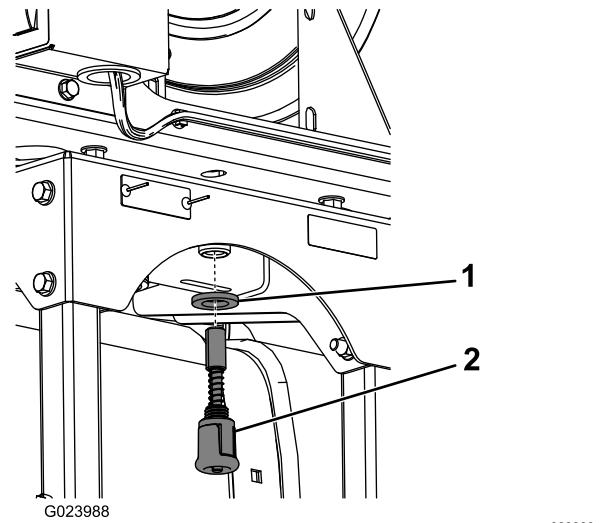

Figura 8
8. Instale a anilha grande e pino de mola ao lado inferior da estrutura do cilindro da tubagem (Figura 8).